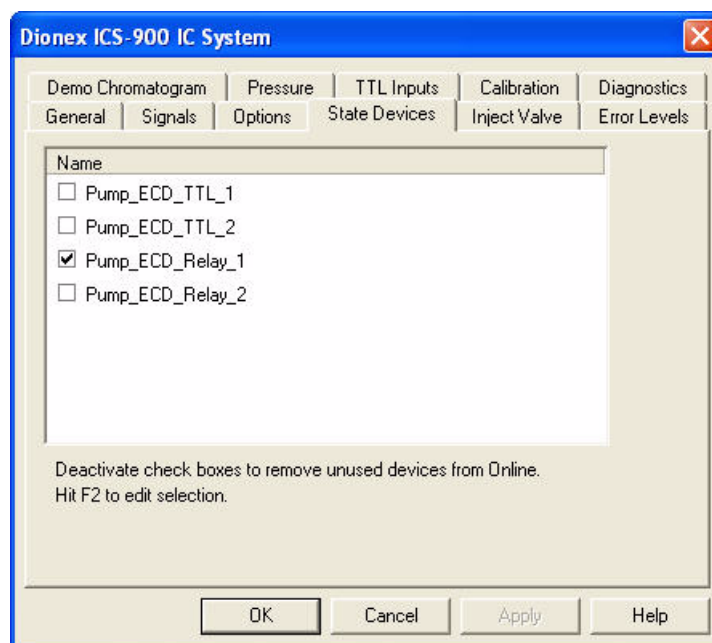

Abbildung C-5. Serverkonfiguration des ICS-900: Registerkarte „Statusgeräte“
3. Klicken Sie auf die Registerkarte „**State Devices**“ (Statusgeräte) (siehe Abbildung C-5).